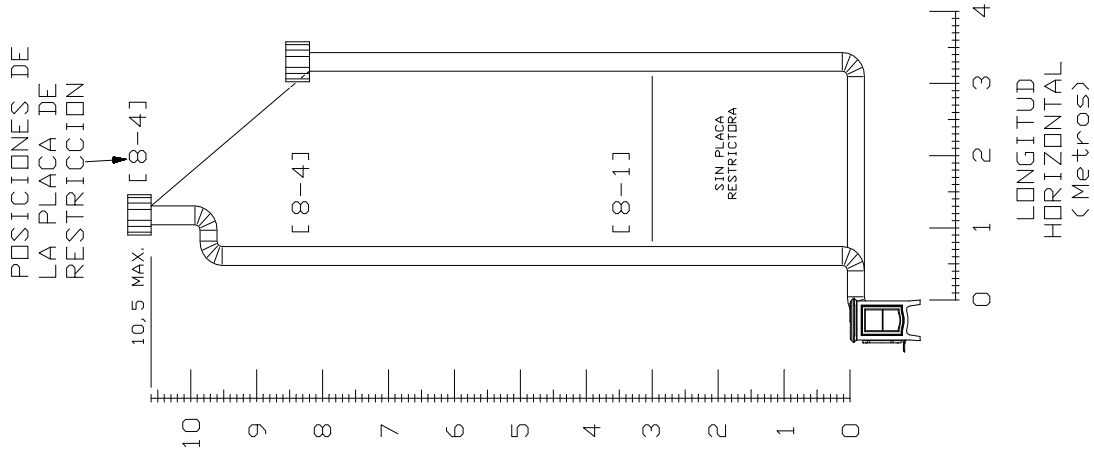

FIGURA 13c
- Figura 13c: saída horizontal com uma curva a 45°, terminação vertical com 3 curvas a 90° ou terminação vertical com uma curva a 90°.